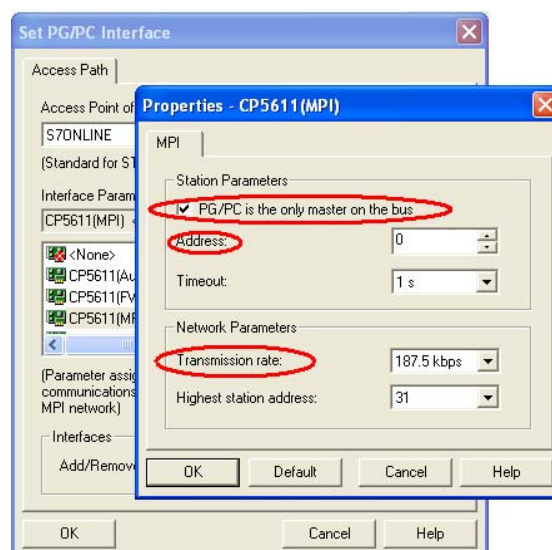

图 2.1.9
3. 如图 2.1.9, 在打开的属性画面中勾选 PG/PC is the only master on the Bus, 地址采用默认地址 0, 当然您也可以指定自己的地址, 但是需要注意不能与在此网络上其他设备 (包括前面的控制面板) 的 MPI/Profibus 地址冲突 (原则 1: 一条总线上所有站的站地址一定不能重复) 指定 Transmission rate 为 187.5 kbps, 此处, 波特率的设置要与面板中协议指定的波特率相同 (原则 2: 一条总线上所有设备的通讯速率一定要一致)。